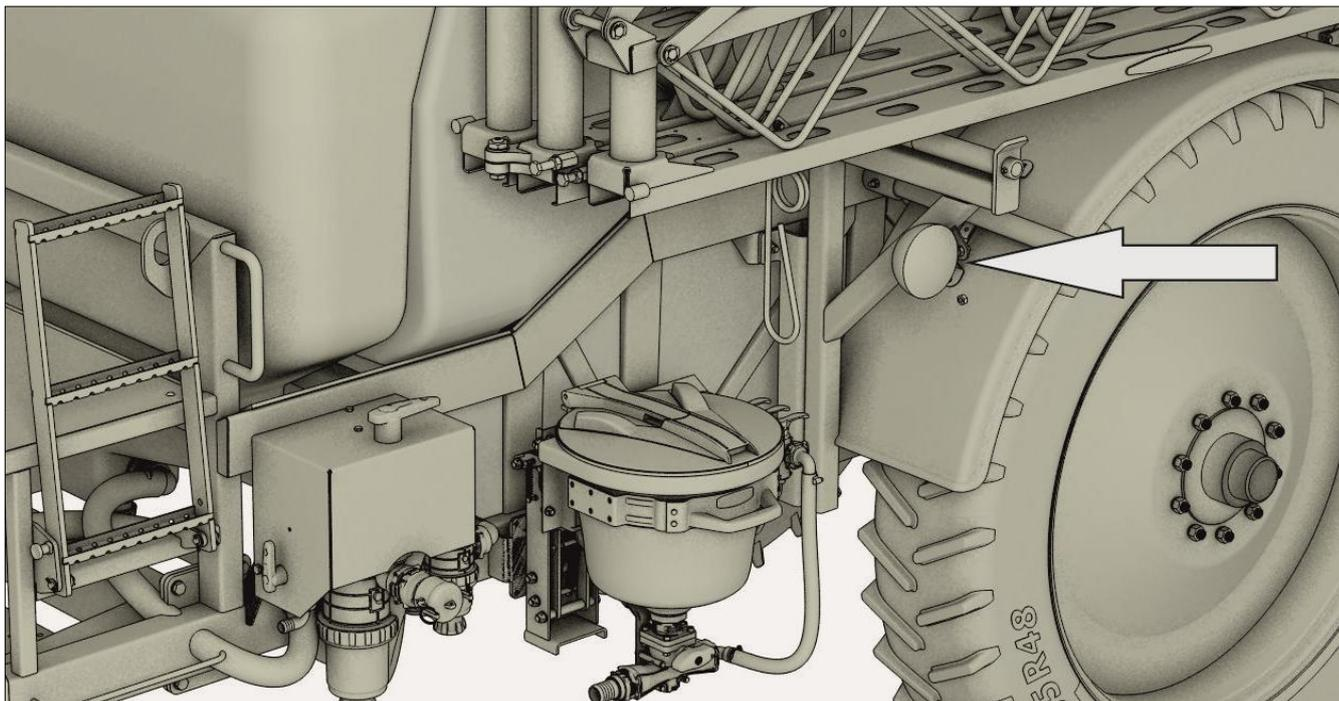

Рисунок 3.21
- фары для освещения штанги в ночное время суток (рисунок 3.21);